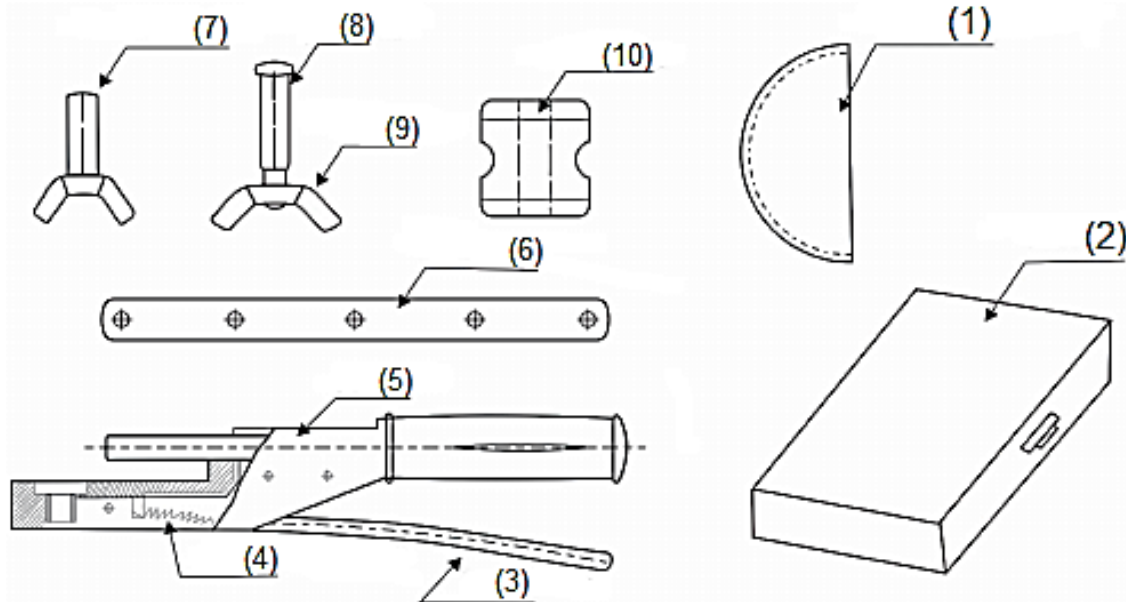

Figure 1 : Pièces de la cintreuse de tubes et leurs dénominations
Installez d'abord l'outil de pliage avant de l'utiliser. Vérifiez que toutes les parties soient complètes (fig. 1). Pour le nombre de pièces, voir le tableau dans la rubrique « Autres instructions ».
- Vérifiez que toutes les pièces soient complètes et fonctionnelles avant l'assemblage et l'utilisation. Les désignations et les quantités des pièces se trouvent dans le tableau suivant (voir également la fig. 1).